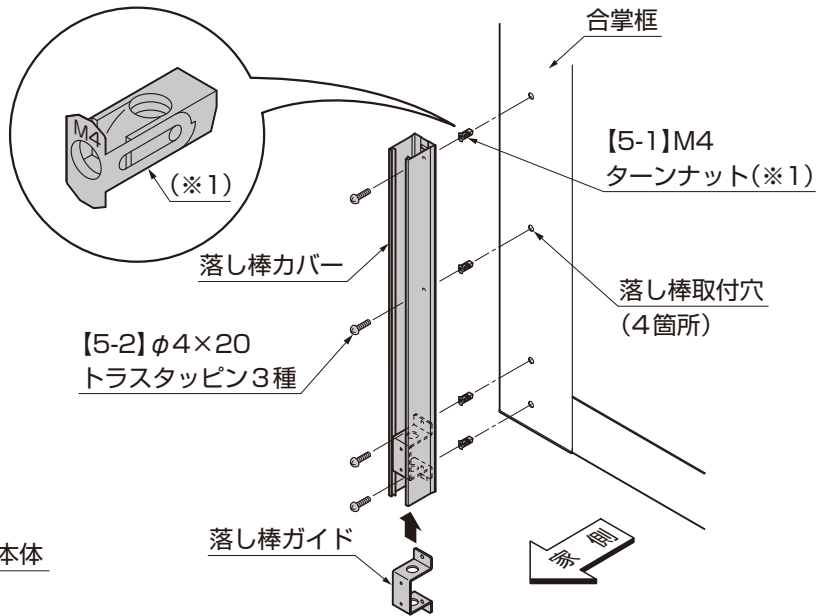

図8-2
- ②合掌框の①で加工した穴に【6-1】(※1)を差込んでください。(図8-2参照)